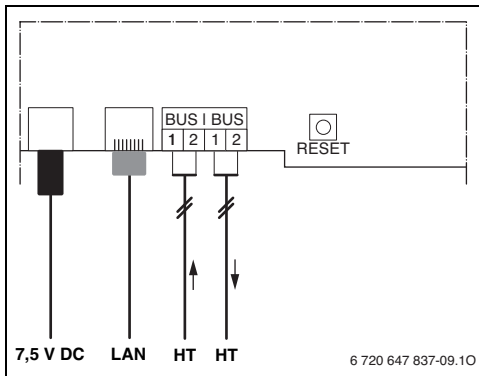

Bild 6 Anschlüsse und Schnittstellen
- ▶ BUS-Teilnehmer mit zwei BUS-Anschlüssen in Reihe schalten (→ Bild 6, Seite 7) oder BUS-Teilnehmer [B] mit einer Verteilerdose [A] in Sternschaltung verbinden.
- ▶ RESET-Taste (→ Bild 6, Seite 7) kurz drücken, um die Betriebsart für Heizkreis 1 am Regler zu ändern.
- ▶ RESET-Taste (→ Bild 6, Seite 7) drücken und mindestens 5 Sekunden gedrückt halten.